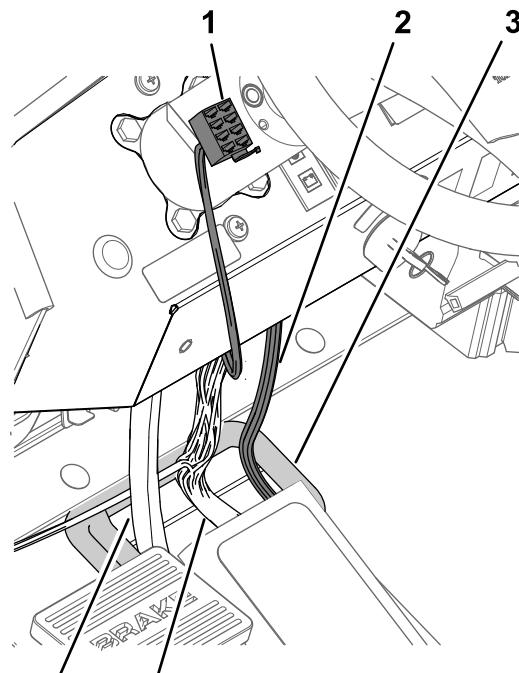

図 15
4. ダッシュパネル用の240cmの枝線の8口コネクタを、ダッシュパネルを横断させてステアリングコラムの左側まで導く図15。